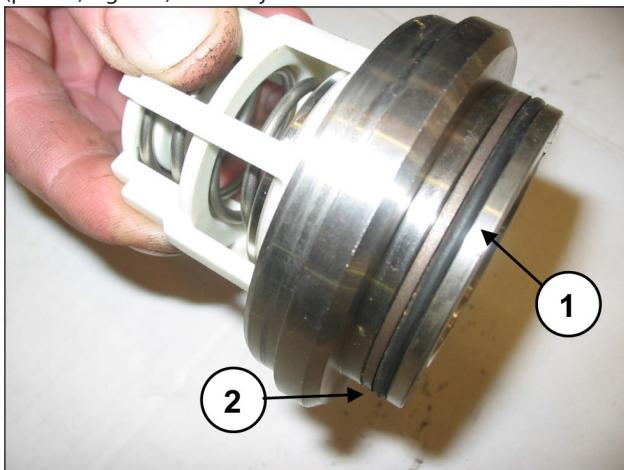

Fig. 119
Montar la junta tórica, pos. dibujo desglosado 6 (pos. ①, Fig. 119) y la anilla antiextrusión, pos. dibujo desglosado 14 (pos. ②, Fig. 119) en el alojamiento de la válvula de envío.